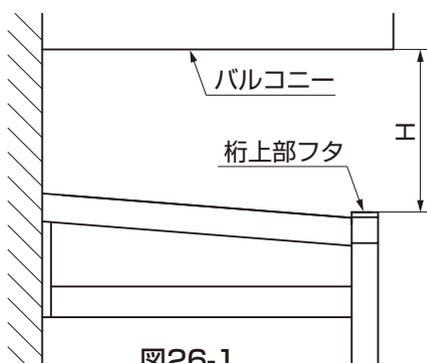

図26-1
- ② 桁上部フタからバルコニー下面まで(H寸法)を測定してください。(図26-1参照)